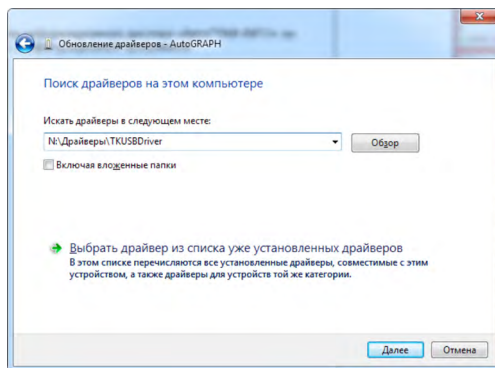

Рис.30. Путь к папке с драйверами.
- Выполните установку драйвера вручную из указанного места . Укажите путь к папке с распакованными драйверами и выполните установку (Рис.30).